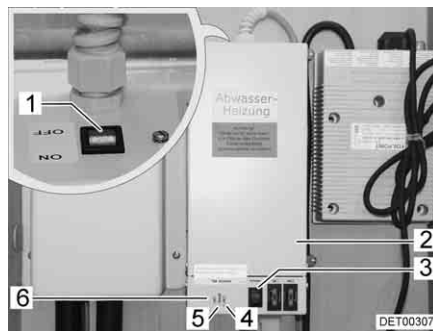

Bild 116 Transformator med regulator
Transformatorn 230 V AC/12 V DC (Bild 116,2) är beroende på modell monterad i klädskalet eller i den främre bänken på sittgruppen.
- Kontrolllampan (Bild 116,5) lyser grönt: Regleringen aktiv
- Kontrolllamporna (Bild 116,4 och 6) lyser rött: Avloppsledningarna värms upp
I huset sitter en återfjädrande kontrollknapp (Bild 116,3) med vilken regulatorn kan tas i drift under en kort tid. Genom att trycka på den återfjädrande kontrollknappen låter sig uppvärmningen testas, även när omgivningstemperaturen ligger över 5 °C.
- Ställ brytaren (Bild 116,1) på transformatorn (Bild 116,2) på "ON".
- Ställ brytaren (Bild 116,1) på transformatorn (Bild 116,2) på "OFF".